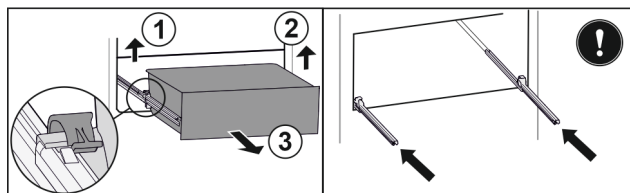

Fig. 48
- Nadvihnite ľavú svorku a súčasne ťahajte zásuvku vľavo dopredu. Fig. 48 (1)
- Nadvihnite pravú svorku a súčasne ťahajte zásuvku vpravo dopredu. Fig. 48 (2)
- Odoberte zásuvku dopredu. Fig. 48 (3)